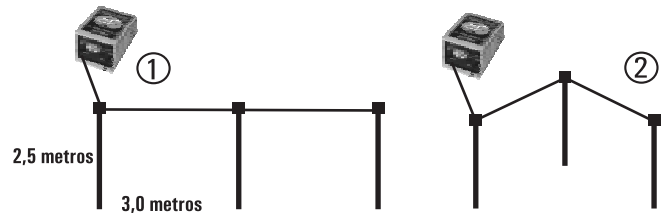

Fig. 4. Sistemas de aterramento em linha (1) e em triângulo (2).
Utilizar no mínimo três hastes de pelo menos 2,5 metros de comprimento, galvanizadas ou cobreadas, enterradas e conectadas entre si, distantes umas das outras por, no mínimo, 3,0 metros em linha reta, ou em forma de "L" ou triângulo, como mostra a (Fig. 4).
- ◆ A distância entre as hastes deve ser sempre superior ao seu comprimento (Fig. 4).